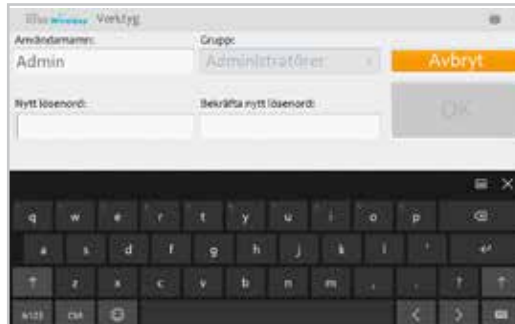

Bild 8-43: Fönstret Ändra användarlösenord
2. Tryck på Ändra lösenord. Fönstret Ändra användarlösenord öppnas. Se bild 8-43.